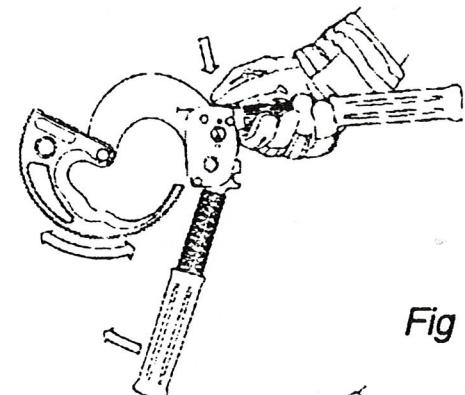

Fig 4.
2. För att kunna vrida skäret fritt i båda riktningarna måste handtaget öppnas maximalt samtidigt som returspärren hålls intryckt (fig 4). Öppna kabelsaxen så mycket att kabeln enkelt kan placeras i gapet.
Frikoppla returspärren, eventuellt genom att knacka försiktigt med en plasthammare på den. Håll returspärren intryckt och öppna handtaget maximalt. Kabelsaxen kan nu öppnas (fig 4).